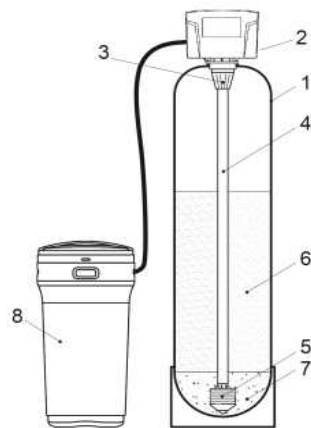

Рис.1
7.1 Системы «WiseWater» (Рис.1) состоят из: